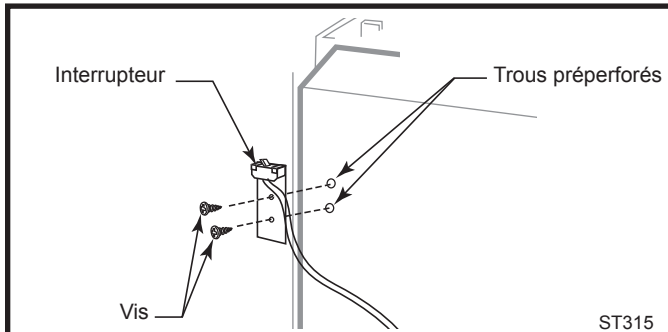

Fig. 50 Fixez l'interrupteur à la tôle de protection arrière.
1. Fixez l'interrupteur du côté arrière gauche de la tôle de protection (lorsque vous regardez cette dernière de face) en y insérant deux vis dans les trous préperforés existants. (Fig. 50)